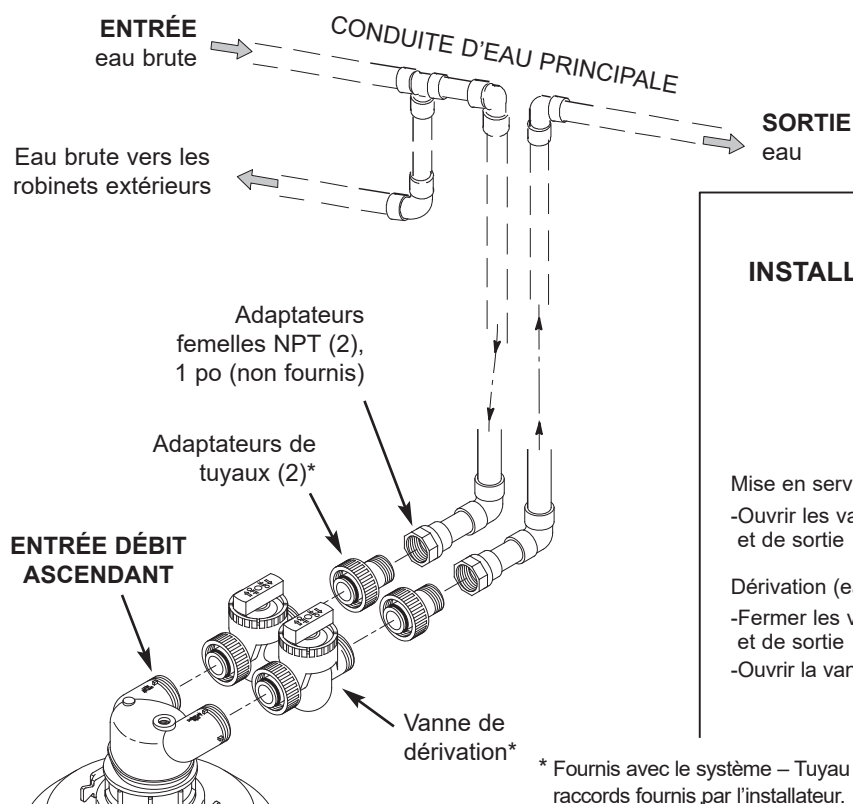

FIG. 3
- Installation d'une vanne de dérivation unique : visser la vanne de dérivation (avec les joints toriques lubrifiés en place) à la tête entrée-sortie (cf. Fig. 3). Serrer les colliers à la main pour créer un joint hermétique.